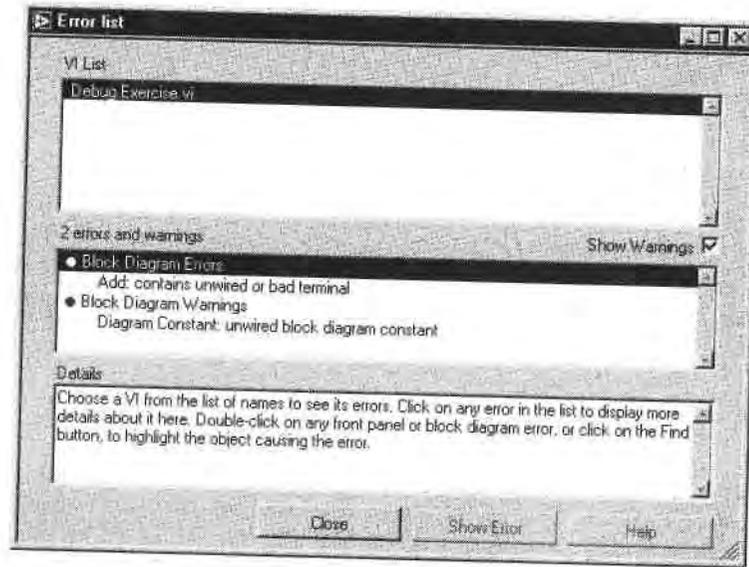

Рис. 5.11
1. Щелкните кнопкой мыши по сломанной стрелке. Появится окно **Список ошибок** (рис. 5.11), демонстрирующее ошибки в ВП.